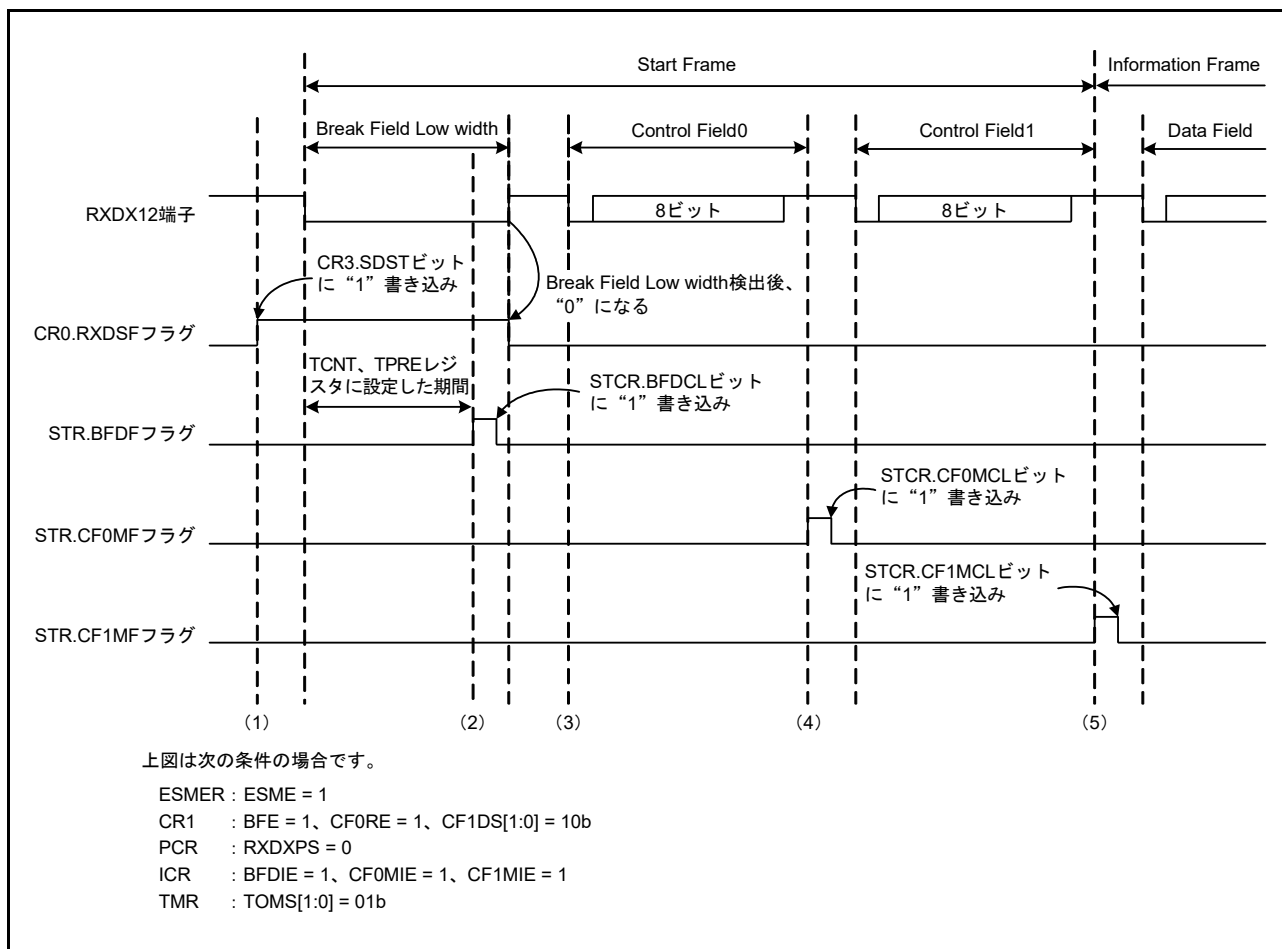
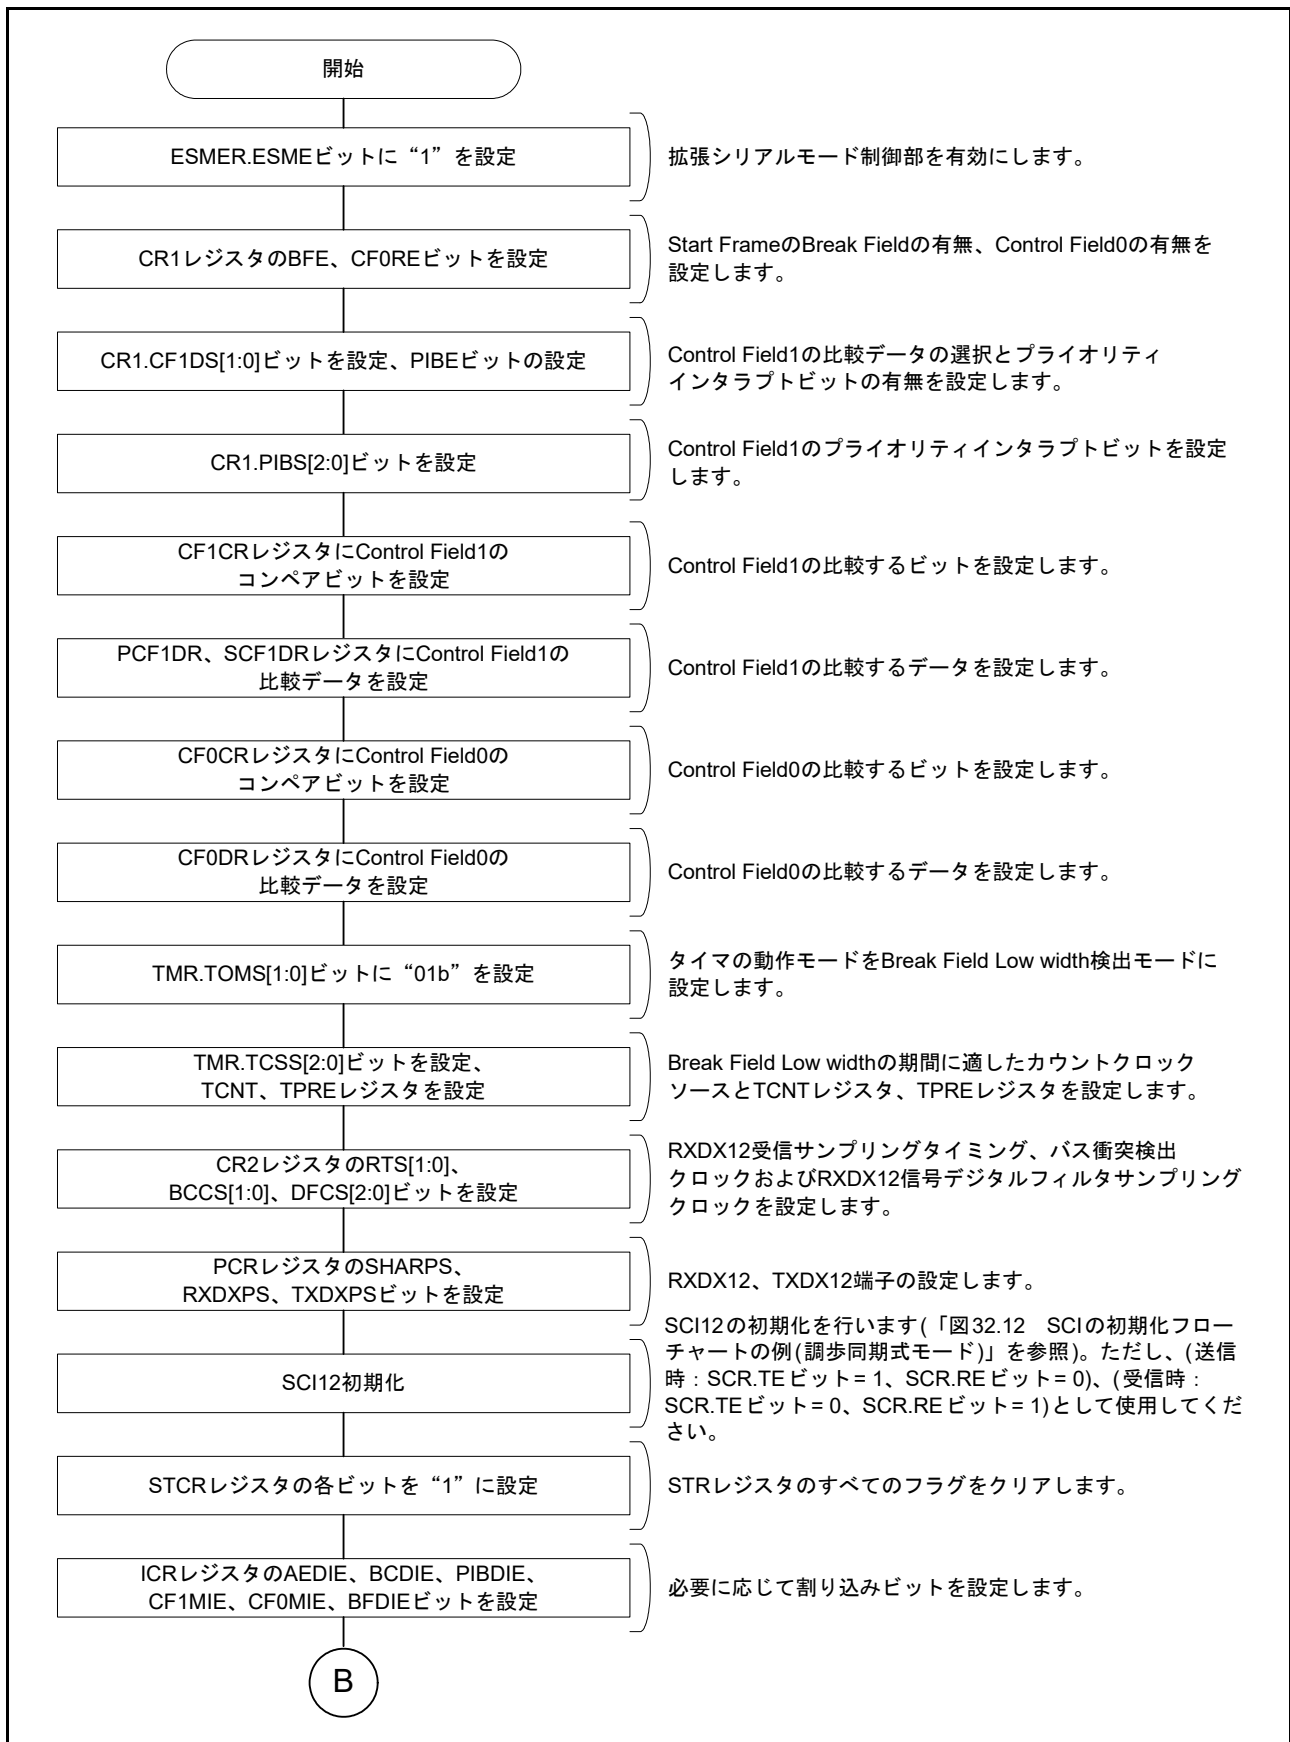
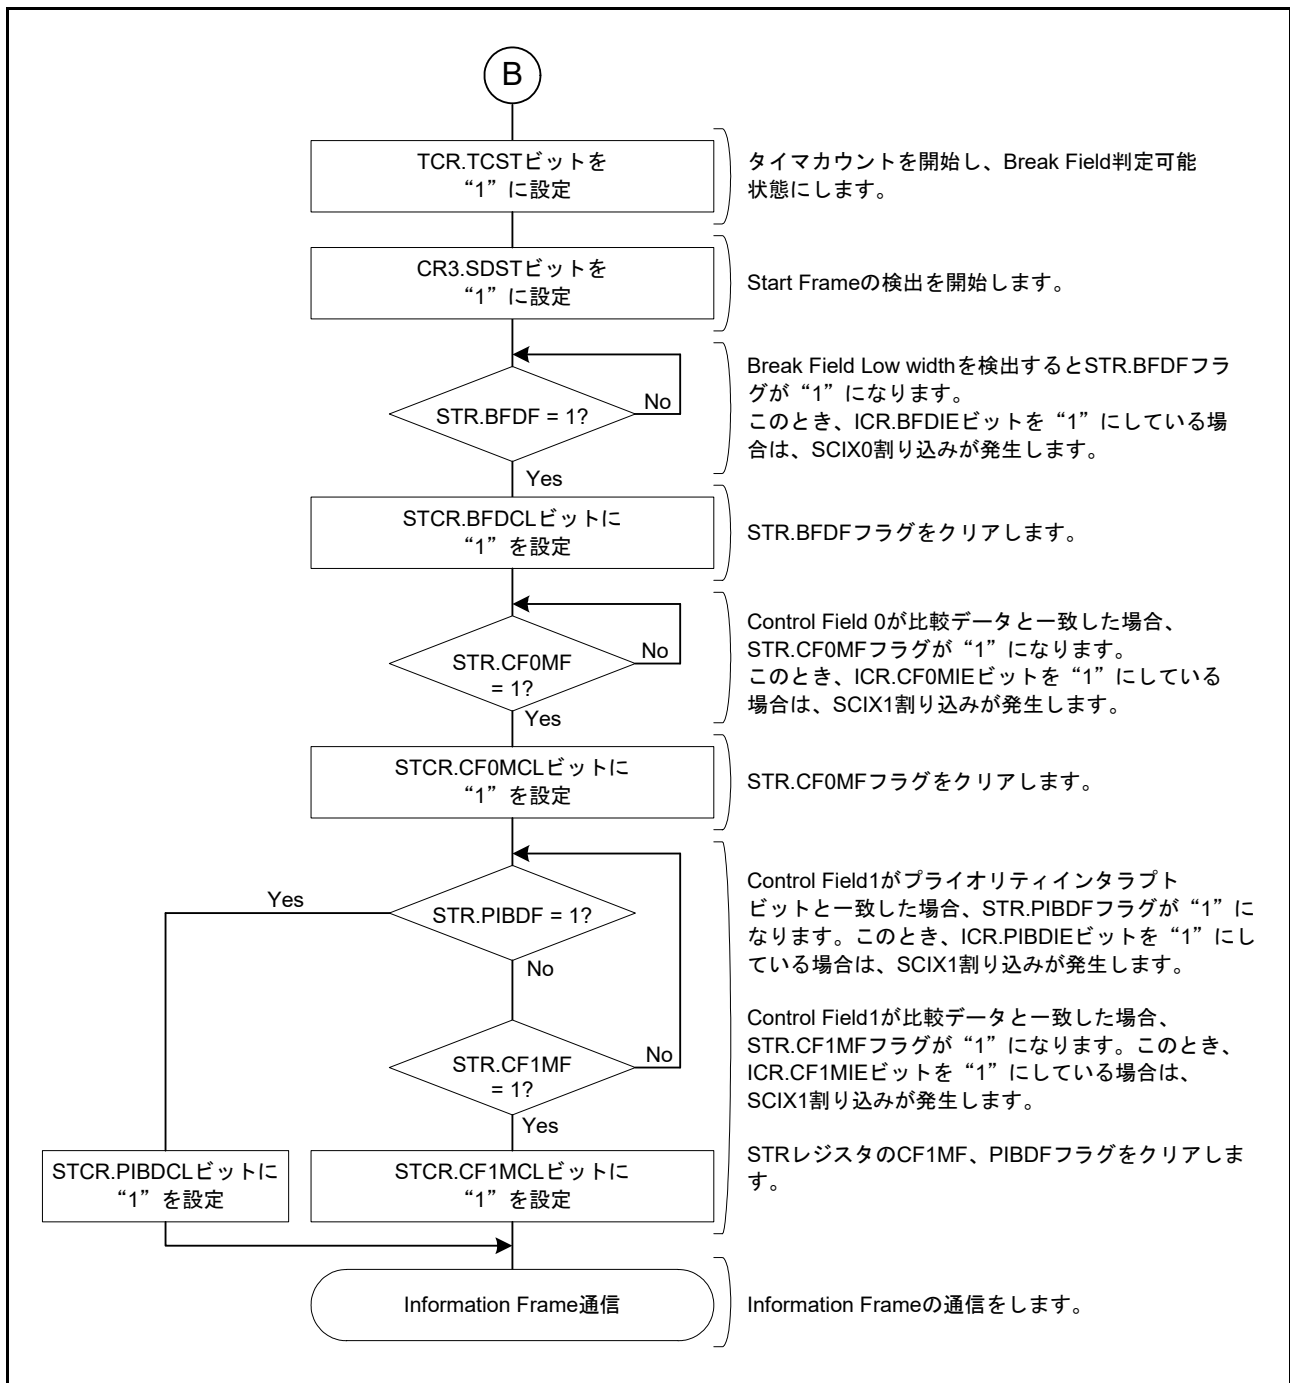
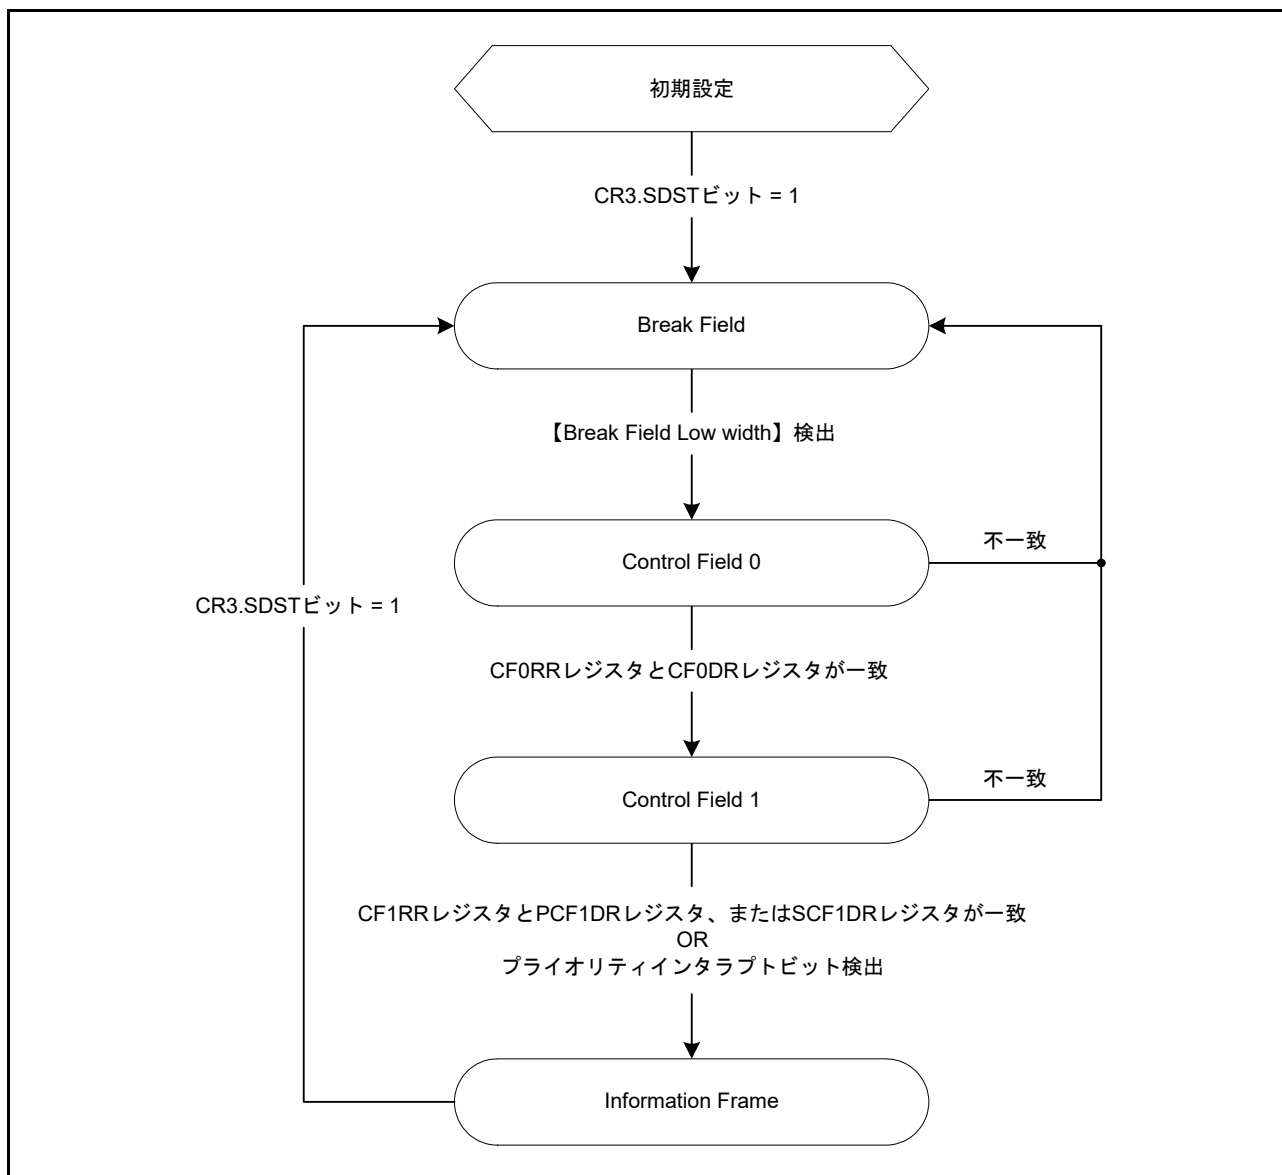

図 32.68 Start Frame 受信時の動作例
図 32.69 Start Frame 受信フローチャート例 (1)
図 32.70 Start Frame 受信フローチャート例 (2)
図 32.71 Start Frame 受信時の状態遷移図
図 32.68 に Break Field Low width、Control Field 0 および Control Field 1 で構成される Start Frame の受信時の動作例を示します。また、図 32.69、図 32.70 に Start Frame の受信を行うためのフローチャート、図 32.71 に Start Frame 受信時の状態遷移図を示します。
(1)～(4) は図 32.68 の Start Frame 受信時の動作例 (1)～(4) と同様になります。
(5) CR1.PIBS[2:0] ビットで指定したビットの値が PCF1DR レジスタに設定した値と一致した場合、STR.PIBDF フラグが“1”になります。また、ICR.PIBDIE ビットを“1”にしている場合は、SCIX1 割り込みが発生します。その後、Information Frame の通信を行います。Control Field 1 で受信したデータが PCF1DR レジスタまたは SCF1DR レジスタに設定したデータのどちらとも一致せず、プライオリティインタラプトビットも検出しない場合は、Break Field Low width 検出前の状態に遷移します。